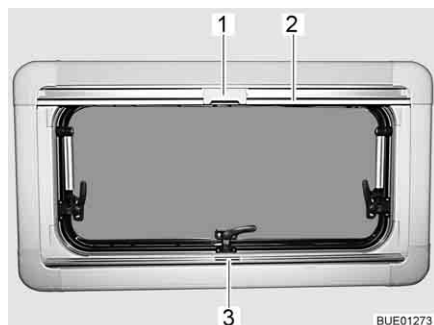
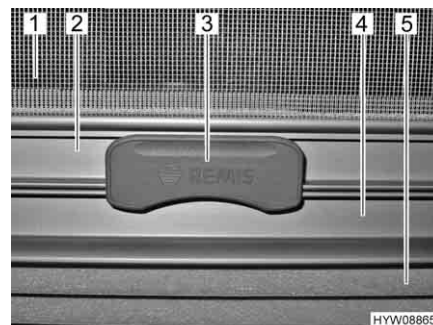

Fig. 60 Finestra apribile
Fig. 61 Aggancio
La tendina oscurante pieghevole (Fig. 61,5) è montata nella cassetta inferiore.
- Afferrare la tendina oscurante pieghevole per la parte centrale della barra di presa (Fig. 60,3 e Fig. 61,4), tirarla dal basso verso l'alto e rilasciarla nella posizione desiderata. La tendina oscurante pieghevole rimane in questa posizione.
La zanzariera a rullo (Fig. 61,1) è montata nella cassetta superiore.
- Tirare la zanzariera a rullo accompagnandola con la barra di presa (Fig. 60,2 e Fig. 61,2) verso il basso, fino a quando la barra di presa non arriva a contatto con la tendina oscurante pieghevole (Fig. 61,4).
- Bloccare l'aggancio (Fig. 60,1 e Fig. 61,3) della zanzariera a rullo nella barra di presa della tendina oscurante pieghevole. Se l'aggancio risulta bloccato, la tendina oscurante pieghevole e la zanzariera a rullo possono essere spostate insieme.
- Premere in alto l'aggancio (Fig. 61,3) sulla zanzariera a rullo.
- Ricondurre lentamente la zanzariera a rullo accompagnandola con la barra di presa (Fig. 60,2).